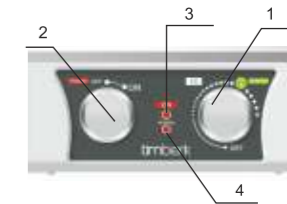

Рис. 7
- повесьте водонагреватель на крюки анкерных болтов (рис. 7).
3. Для прибора серии RE1...V, RE1...VSL (рис. 7) с помощью ручки переключателя (2) установите переключатель в положение «ON», загорится индикаторная лампочка «ON»(3), установите ручкой терморегулятора (1) желаемую температуру нагрева воды, загорится индикаторная лампочка «HEATING»(4).